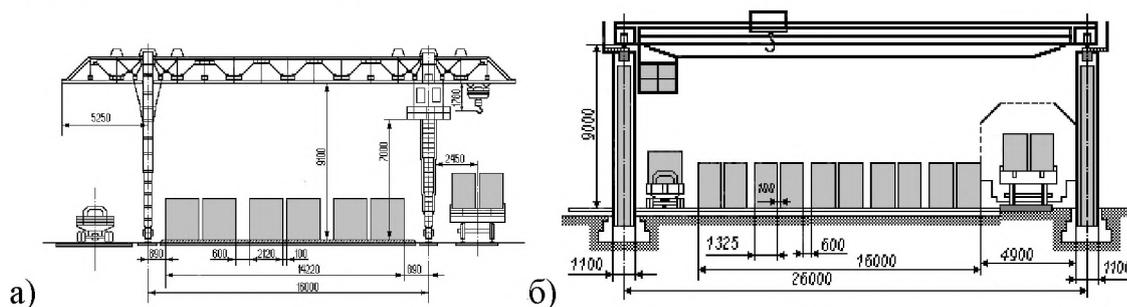

Рисунок 1 – Схема типовой контейнерной площадки:
6. **Полезная ширина контейнерной площадки** $B_{к}$ определяется по схеме для каждого варианта (см. схемы рис.1).